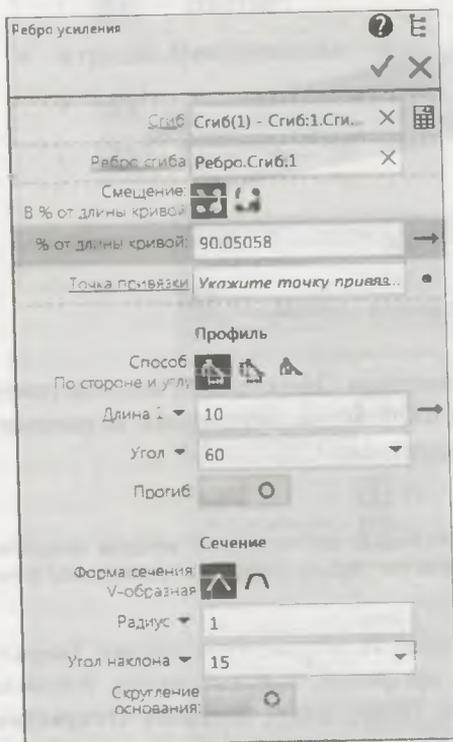

Рис. 29.31. Панель Параметрy: Ребра усиления
- ◆ укажите сгиб для построения ребра усиления. Наименование сгиба отобразится в поле **Сгиб** на панели **Параметры: Ребро усиления** (рис. 29.31). Отсутствие фантома свидетельствует о невозможности построения ребра усиления с текущими параметрами. В этом случае нажмите кнопку  **Вычислить параметры профиля по сгибы**, расположенную справа от поля **Сгиб**;